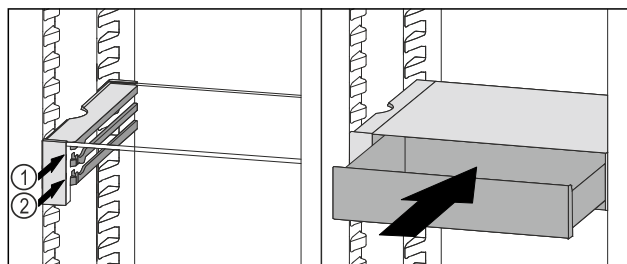

Fig. 107
- Posizionare il cassetto VarioSafe dietro i tappi sulla nervatura desiderata Fig. 107 (1) o Fig. 107 (2).